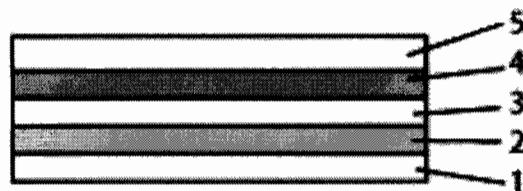

Fig.4 Schema ansamblu marca holografica securizate multistrat cu makeri spectrali in adeziv si doua straturi de lac
9. Aplicarea unui strat sau a mai multor straturi aditionale de lac cu markerii spectrali, Fig. 4